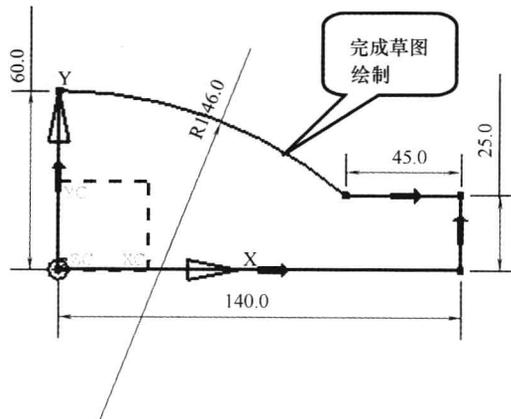

图 1-12 草图绘制
(9) 完成如图 1-12 所示的草图，单击【完成草图】图标 ，退出草图环境。